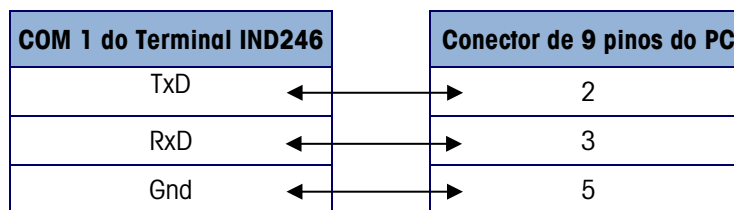

Figura 5-11: Fiação de cabo serial
4. Conecte um cabo serial configurado como mostrado na Figura 5-11 do PC para o terminal.